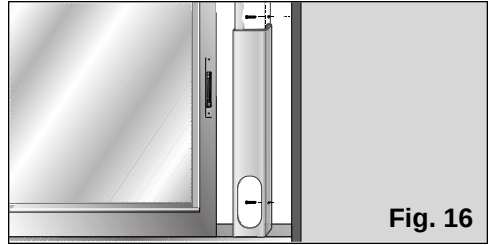

Fig. 16
- Pour pouvoir être fixé à la fenêtre / au balcon, il comporte deux orifices latéraux. Avec deux tournevis (non fournis avec l'accessoire), l'utilisateur pourra le fixer à la chambranle ou au mur pour qu'il ne puisse bouger ou tomber, **Fig. 16.**